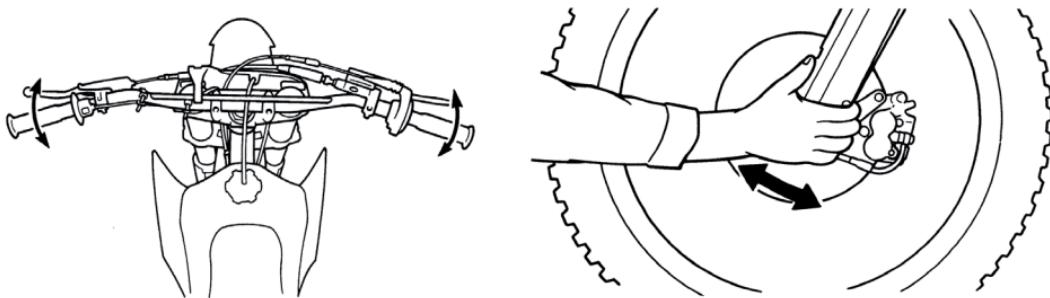

Рисунок 4. Проверка рулевой колонки
1. Встаньте перед мотоциклом. Возьмитесь за вилку [в районе передней оси], затем потяните вилку по направлению к двигателю и обратно несколько раз [см. рисунок 4]. Если подшипники изношены, вы почувствуете люфт или даже услышите щелчок / глухой удар.